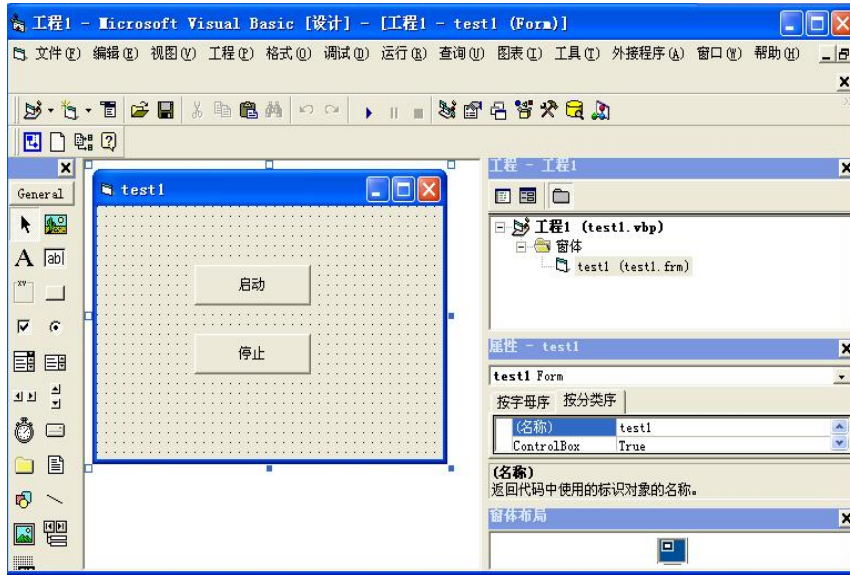

图 5.3 修改对话框（VB）
- 2) 打开 Visual Basic 6.0, 新建一个“标注 EXE”工程，在对话框上添加按钮“启动”和“停止”，并将其名称分别修改为“CB_Start”和“CB_Stop”，如图 5.3 所示。